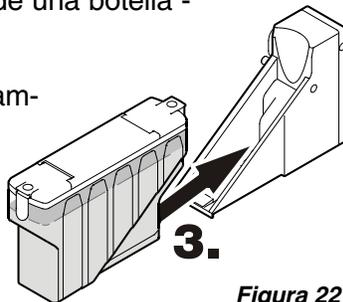

Figura 22
3. Coloque de nuevo el depósito de agua e introdúzcalo en la consola hasta el tope - **Figura 22**.